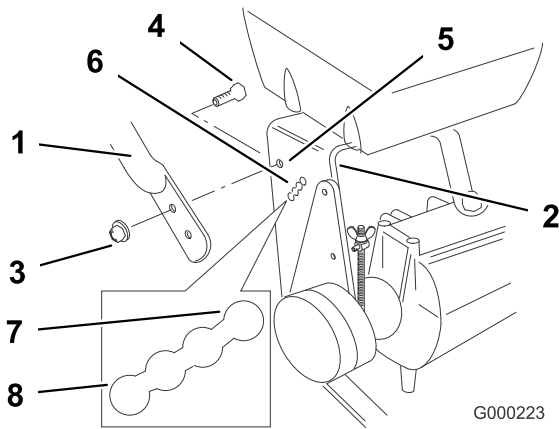

Figura 3
1. Alinee el manillar con los taladros de montaje superiores del bastidor trasero (Figura 3).
2. Fije el manillar en cada taladro de montaje superior con un perno de arandela prensada (3/8 x 1 pulgada) y una tuerca de arandela prensada (3/8 pulgada)(Figura 3).
3. Seleccione la posición baja para el taladro de montaje inferior (Figura 3).
4. Fije el manillar en cada taladro de montaje inferior con un perno de arandela prensada (3/8 x 1 pulgada) y una tuerca de arandela prensada (3/8 pulgada)(Figura 3).